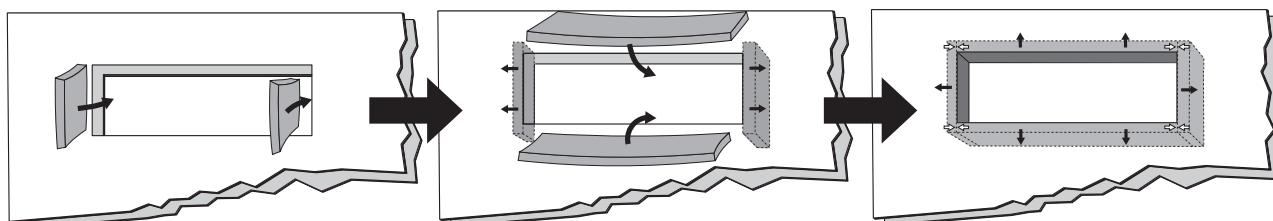

Bild 2. Installationsexempel, ÖFI-R.
- Fibermedryckningsskydd ÖFI-R levereras i 4 lösa delar som passas ihop och pressas in i regelväggens rektangulära håltagning, se bild 2.